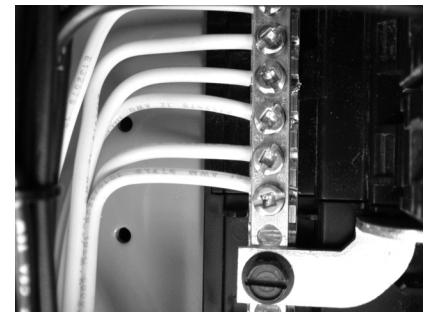

Figura 4
2. Pele aproximadamente 1,6cm (5/8") del extremo del cable blanco. Localice la barra neutral y afloje uno de los tornillos de borna de la barra. Inserte el extremo pelado del cable en el costado de la barra debajo del tornillo y vuelva a ajustar el tornillo. (Figura 4)